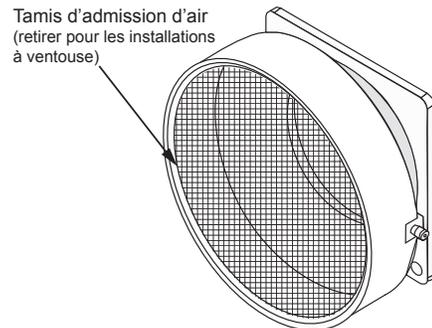

Figure 15. Détail du raccordement d'admission d'air
11. S'assurer que la grille d'admission d'air sur le connecteur d'admission d'air est retirée avant de raccorder le tuyau d'admission d'air au chauffe-eau. Voir Figure 15.